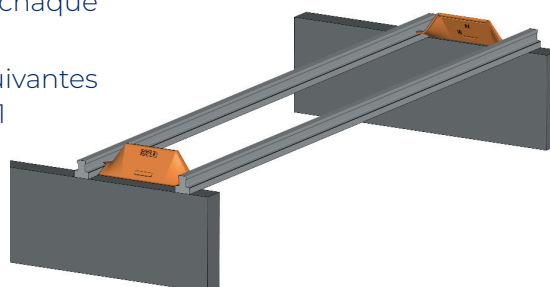

Figure 2
- Placer l'élément de rive transversale (Tympan EMX Bois ou Isrupteur Transversal EMX Bois) à chaque about des poutrelles (Figure 2)